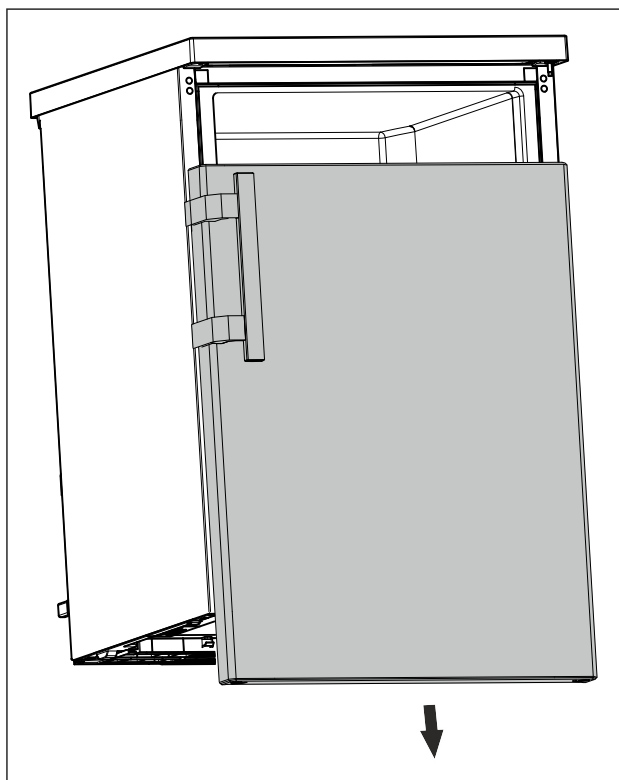

Fig. 13
- ▶ Retirer la porte vers le bas. (voir Fig. 13)